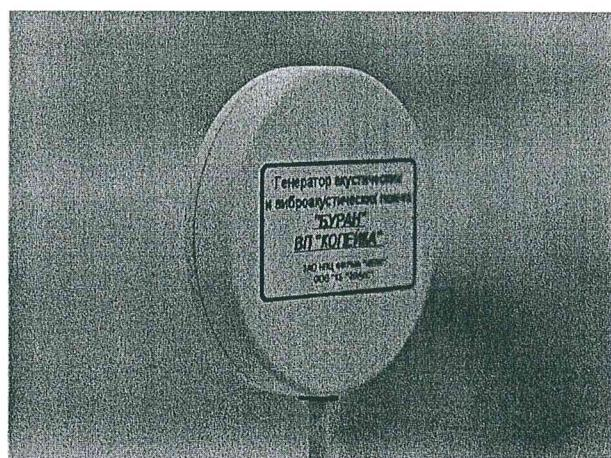

Рисунок 6 – Внешний вид и крепление виброизлучателей «КОПЕЙКА»
7.3.6 Виброизлучатели «КОПЕЙКА» предназначены для виброакустической защиты оконного остекления. Они крепятся на стекла с внутренней стороны помещения. Внешний вид и крепление излучателей «КОПЕЙКА» приведены на рис. 6.